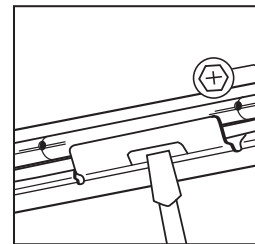

Figura 4
**Paso 2.** Deslice el accesorio a lo largo de las barras colgantes hasta el lugar deseado. Usando los tornillos o la ranura de fijación para asegurar (Figura 4).